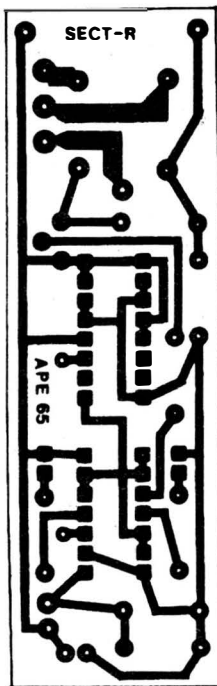

Fig.2
- FIG. 2 - LAY OUT DO CIRCUITO IMPRESSO ESPECÍFICO - Devido ao uso dos dois integrados, o circuito - fisicamente - requer pouquíssimos componentes, resultando numa placa bastante simples... Assim, o desenho das áreas cobreadas (pistas e ilhas), visto em tamanho natural no diagrama, é de fácil realização, desde a cópia, passando pela traçagem, corrosão, furação e limpeza... Entretanto, a presença dos integrados traz a inevitabilidade daquelas ilhazinhas muito pequenas e próximas umas das outras, com o que é requerida uma cuidadosa conferência ao final, para encontrar eventuais *curtos* e corrigí-los, antes de se começar a inserir e soldar os componentes... Quem ainda não tiver muita prática, deve ler com atenção as INSTRUÇÕES GERAIS PARA AS MONTAGENS, que trazem importantes informações práticas para o melhor aproveitamento da técnica de confecção e utilização de circuitos impressos...